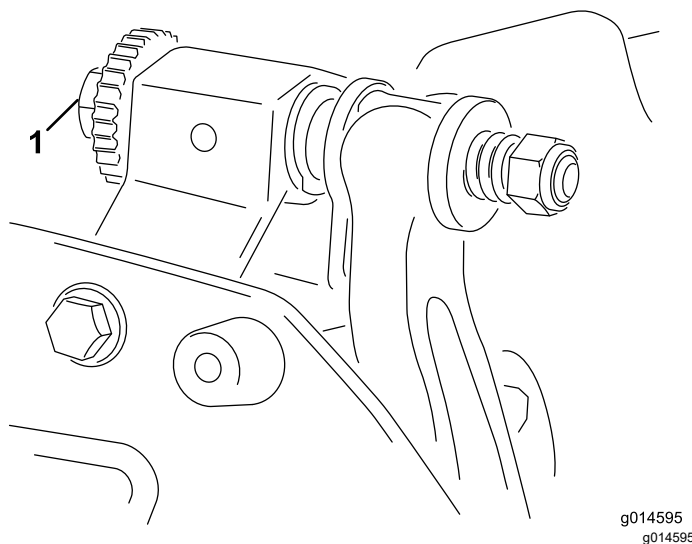

Figura 5
- A. Rode os parafusos de ajuste da barra de apoio no sentido dos ponteiros do relógio (Figura 5), um clique de cada vez, até que se veja e ouça um leve contacto.
- Rode o parafuso de ajuste da barra de apoio direita (Figura 5) até sentir uma ligeira pressão no calço deslizando-o de um lado para o outro. Retire o calço.